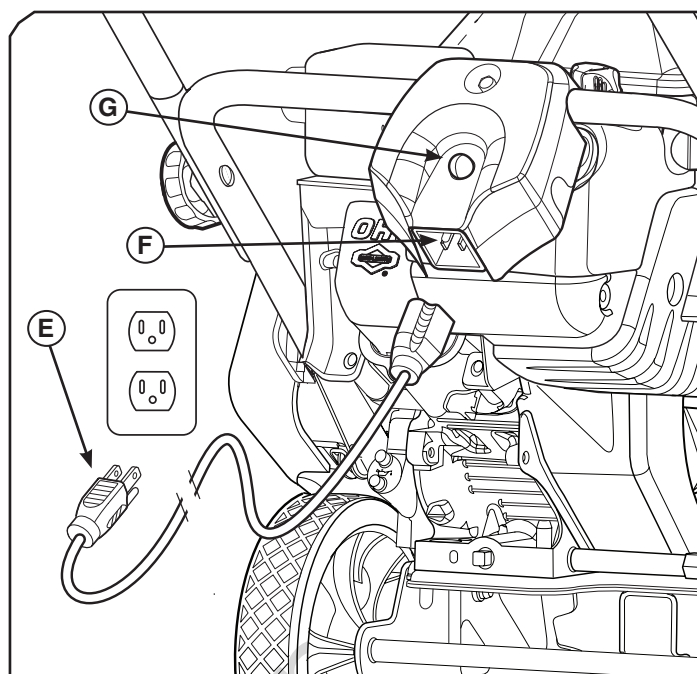

Figure 3
6. **Démarrage rembobinage** : Tenir fermement le cordon du démarreur (D). Tirer lentement le cordon du démarreur jusqu'à ce que vous sentiez une résistance, puis tirer rapidement.
7. **Démarrage électrique** : Connecter d'abord le cordon d'alimentation (non fourni) (E, Figure 3) à la prise du démarreur (F) puis dans une prise murale. Si un autre cordon d'alimentation est nécessaire, s'assurer qu'il est trois conducteurs.
8. **Démarrage électrique** : Appuyer sur le bouton du démarreur (G). Une fois le moteur démarré, déconnecter d'abord le cordon d'alimentation de la prise murale et ensuite de la prise du démarreur.